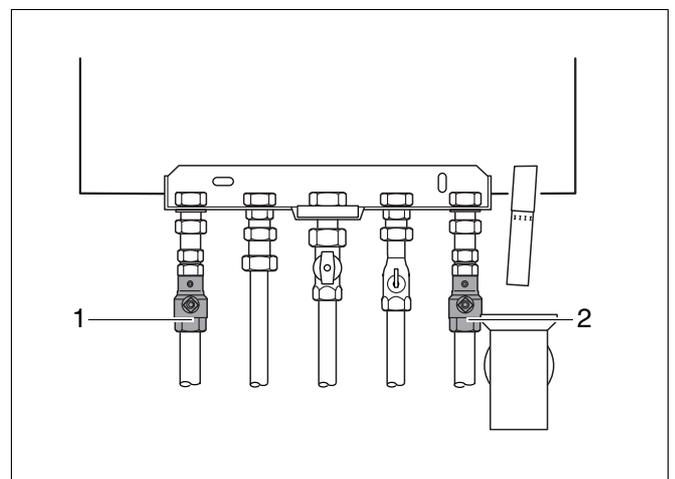

Fig. 12 Robinets d'entretien (ici : Logamax plus GB122-24K, montage apparent)
- Ouvrir les robinets d'entretien des raccordements de départ et de retour (fig. 12, pos. 1 et 2).